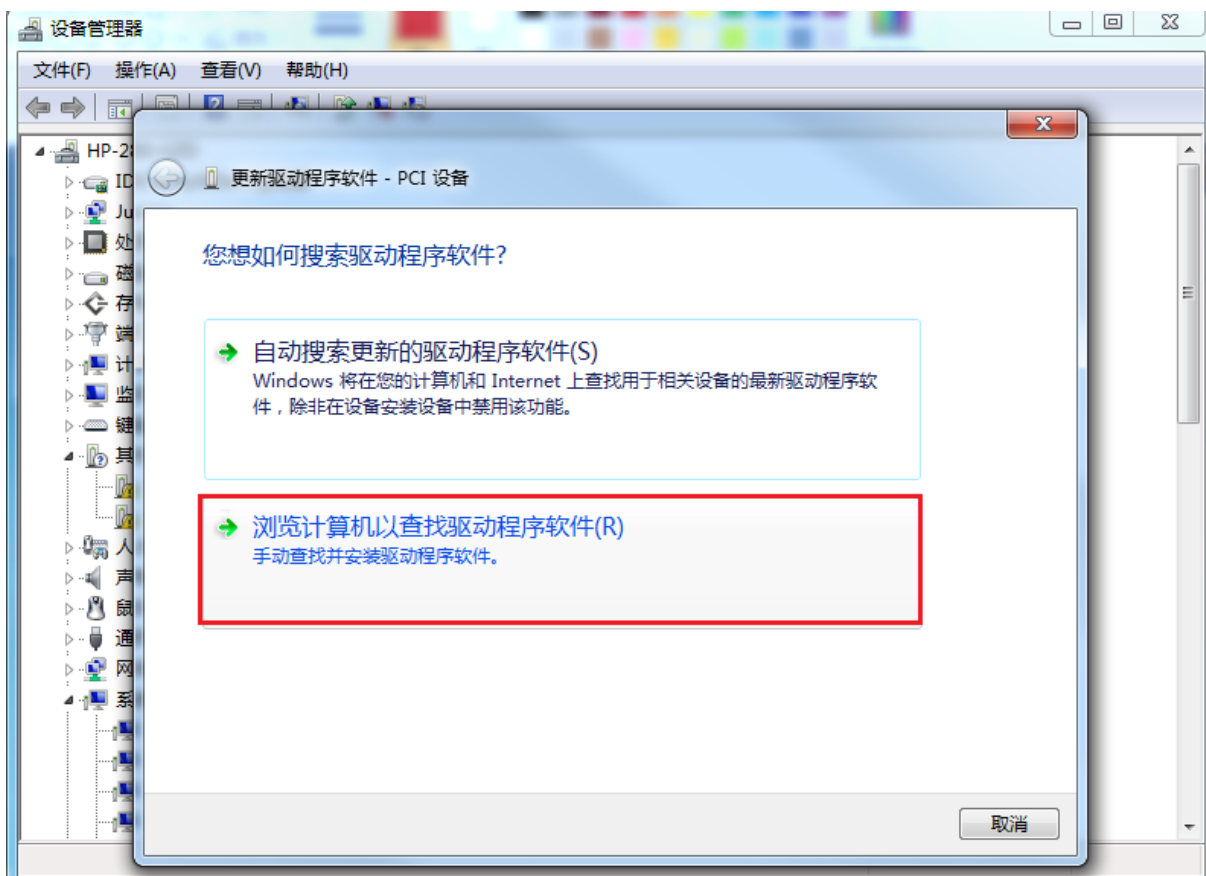

图 2-3 控制器驱动程序安装界面 3
(5) 选择“浏览计算机以查找驱动程序软件(R)”。界面如下图 2-3 所示。